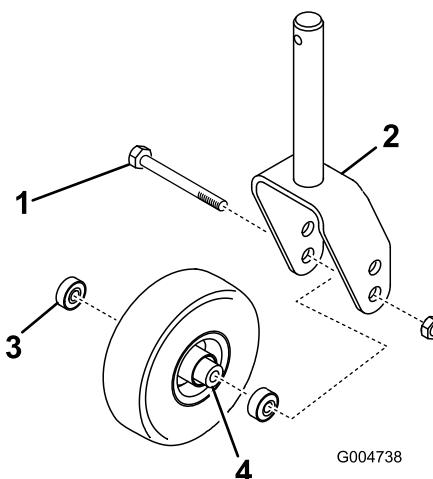
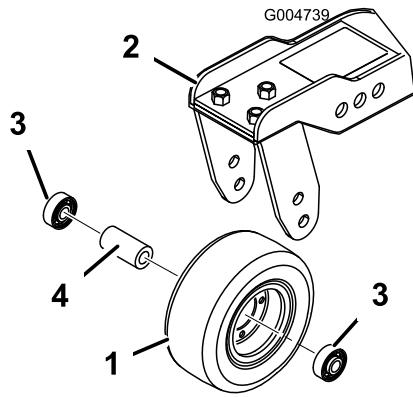

Figura 84
Figura 85
- Retire la contratuerca del perno que sujetla el conjunto de la rueda giratoria entre la horquilla (Figura 84) o al brazo de pivote (Figura 85).
2. Retire el cojinete de la rueda y deje que se caiga el suplemento del cojinete (Figura 84 y Figura 85).